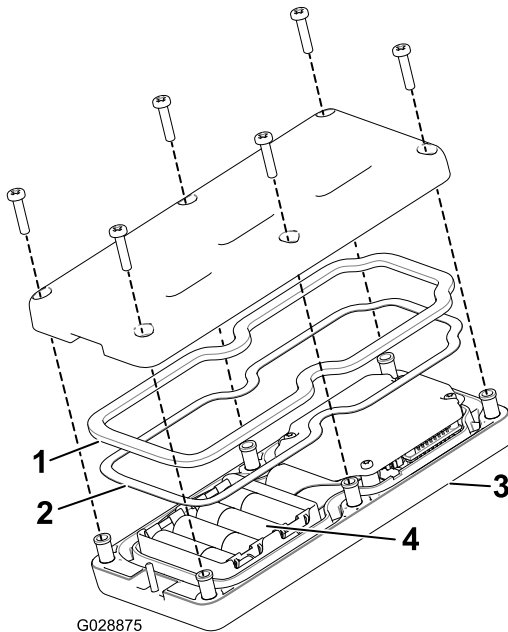

Figure 18
2. Placez les piles dans l'emplacement du logement en respectant la polarité. (Si les piles ne sont pas installées correctement, la télécommande ne sera pas endommagée, mais elle ne fonctionnera pas). Les marquages de polarité sont gravés sur le logement pour chaque borne (Figure 18).
4. Fixez le couvercle avec 6 vis (Figure 18) serrées à un couple de 1,5 à 1,7 N m.
3. Veillez à bien engager le joint en acier et le joint en caoutchouc dans la gorge de la télécommande puis remettez le couvercle arrière en place (Figure 18).